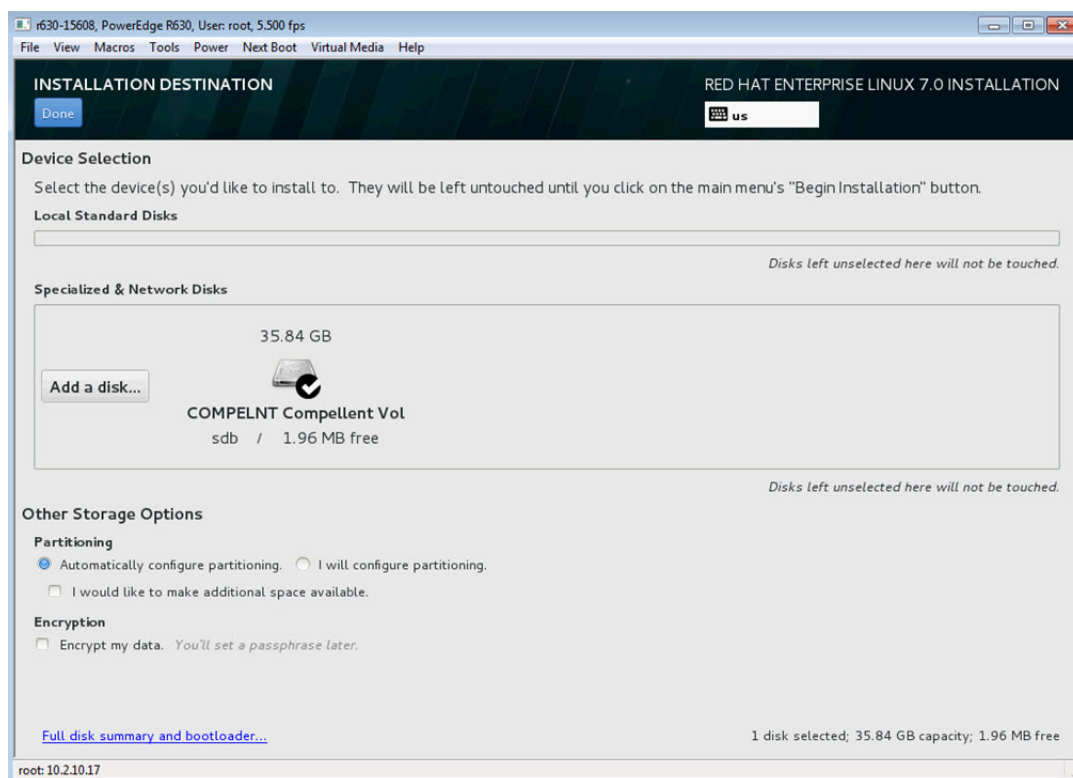

Ilustración 13-27. Selección de opciones de particionamiento
12. En la ventana Installation Destination (Destino de instalación) (Ilustración 13-27), en **Other Storage Options** (Otras opciones de almacenamiento), seleccione sus opciones de **Partitioning** (Particionamiento) y, a continuación, haga clic en **Done** (Finalizado).